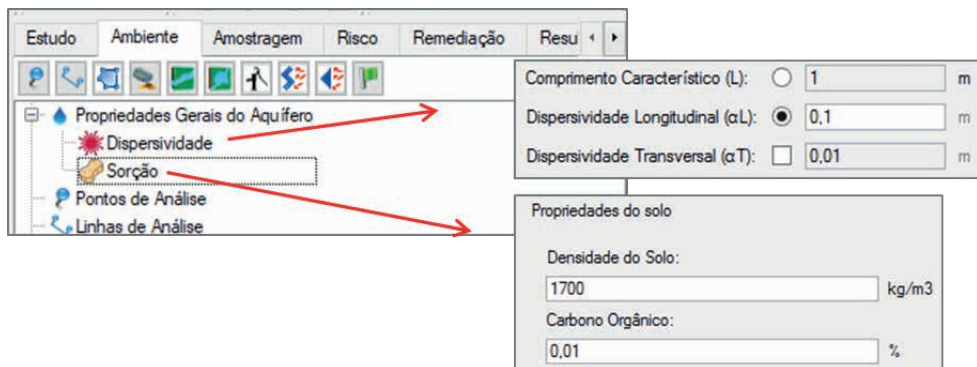

Figura 3.10 Características física e químicas do aquífero, no módulo **Ambiente**.
- *Dispersividade e Sorção:* Esta seção aborda as características físicas e químicas do transporte de contaminantes (Figura 3.10). Para este exemplo, essas informações não serão alteradas, permanecendo conforme configuração *default* do programa.